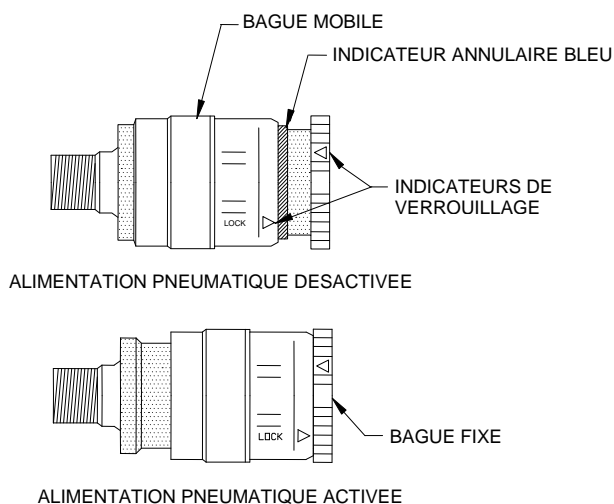

FIGURE 4: RACCORDEMENT PNEUMATIQUE DE L'OUTIL
1. Insérer l'embout femelle de connexion rapide sur l'embout male de l'outil Kingset™. Une connexion correcte du raccord pneumatique laissera apparaître un indicateur annulaire bleu (Fig. 4).